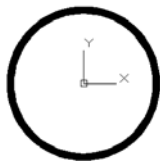

图 4.56 创建圆环 1
(2) 输入 (0, 0) 为圆环中心点, 并按 Enter 键确认, 如图 4.56 所示。